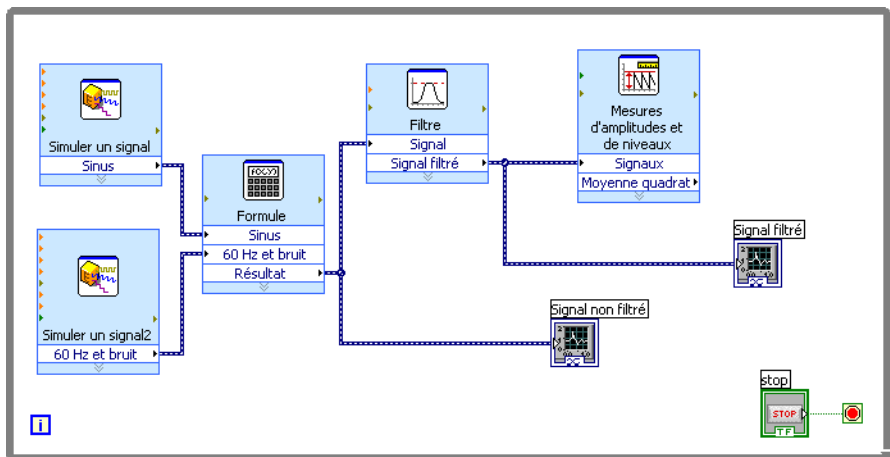

Figure 3-3. Diagramme du VI Analyse
12. Sélectionnez **Fichier»Enregistrer**. Le diagramme du VI Analyse devrait maintenant être semblable à celui de la figure 3-3.